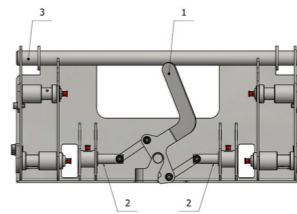
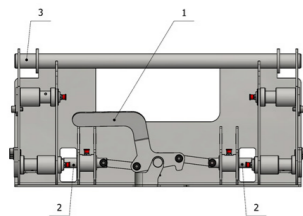

Figura 6: Attacco rapido sbloccato
Figura 7: attacco rapido assicurato
3. Sollevando la leva (pos. 1, figura 6: attacco rapido sbloccato) in posizione verticale, inserire i perni (2) dell'attacco rapido.
4. Durante la manipolazione della minipala e dell'attacco rapido, è necessario inserire i perni di fissaggio (3) dell'attacco rapido negli alloggiamenti sull'attrezzatura aggiuntiva.
5. Regolare l'AA inclinando l'attacco rapido in modo che i fori sull'attrezzatura di lavoro siano opposti ai perni (2) sull'attacco rapido.
6. Fissare l'AA estraendo i perni (2) e facendoli rientrare nel foro dell'attrezzatura di lavoro; abbassare le leve (1) nella posizione originale (orizzontale) (figura 7: attacco rapido assicurato).